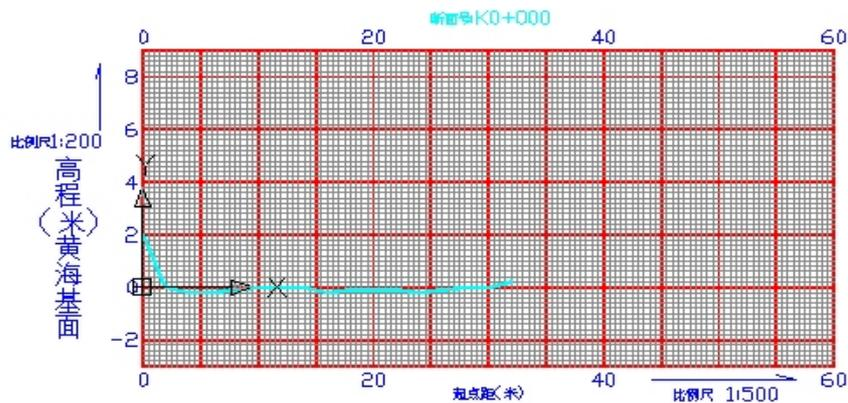

图 4-6
- 2、选择定制网格相关属性，见图 4-5，点击“绘制”，选择安装目录下的“\例子\断面数据\SJCG\0+000.TXT”文件，生成如下图 4-6 所示的断面；